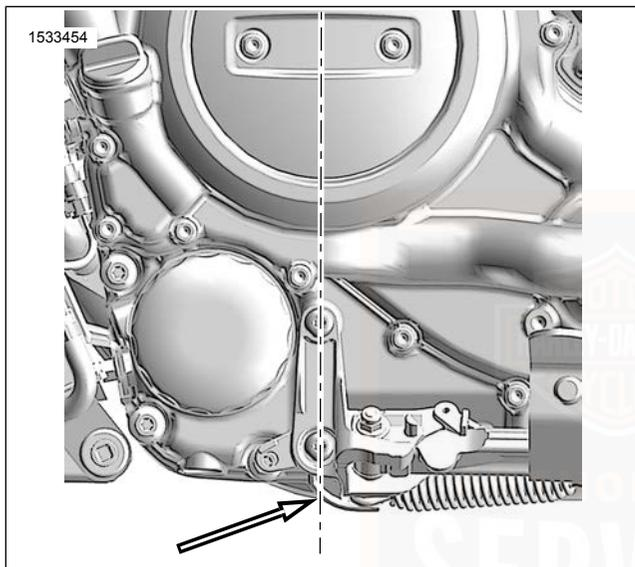

Abbildung 41. Mittellinie der Kurbelwelle
- Siehe Abbildung 41. Beim Anheben des Motorrads von unten heben Sie es immer direkt unter der Mittellinie der Kurbelwelle an. Legen Sie Holz zwischen Motorrad und Hebevorrichtung.